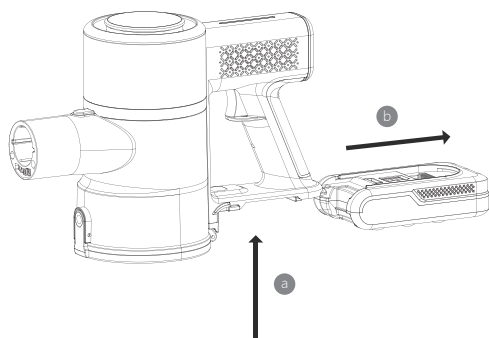

Fig 2.
3. Tirare il filtro HEPA in ingresso verso il basso per rimuoverlo e rimetterlo al contrario dopo la pulizia, Fig. 2.
3. Dopo aver rimosso la coppa della polvere, tenere il filtro preliminare e ruotarlo in senso antiorario per rimuoverlo (Fig. 2).
6. Posizionare il parapolvere in senso contrario e assicurarsi che sia bloccato in posizione con un "clic" (Fig. 2).
In alternativa, è possibile rimuovere la coppa della polvere e premere direttamente il pulsante di rilascio della coppa della polvere, quindi gettare la polvere nel contenitore dei rifiuti (Fig. 2).